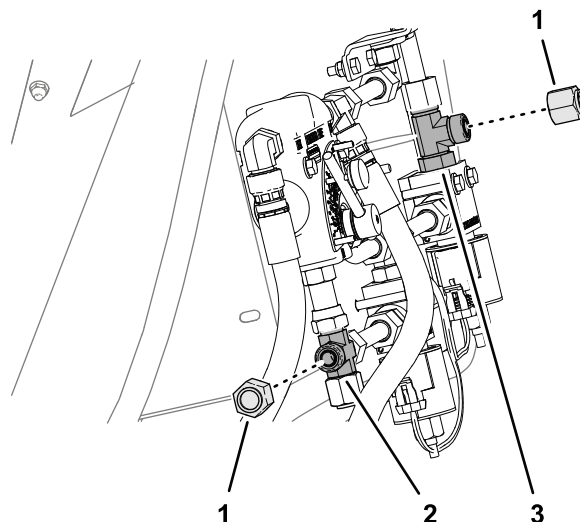

Bild 18
1. An der Ventilbefestigung, die Kappen vom T-Anschlussstück und dem Kreuzanschlussstück entfernen, wie in Bild 18 dargestellt.